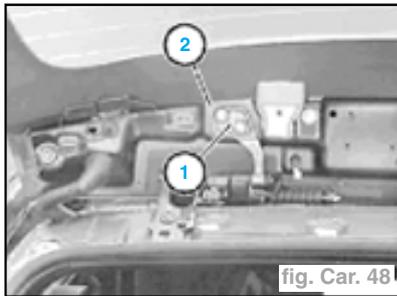

fig. Car. 48
- A l'aide de l'outil spécial **41 6 250** (outil de réglage), rendre l'axe de l'étrier de charnière de la lunette arrière (2) parallèle à l'axe de l'étrier de charnière de hayon (3).
- ajuster la hauteur de la lunette arrière en ajoutant ou retirant des cales entre l'étrier de charnière (1) et la lunette arrière (2) (fig. Car. 48),